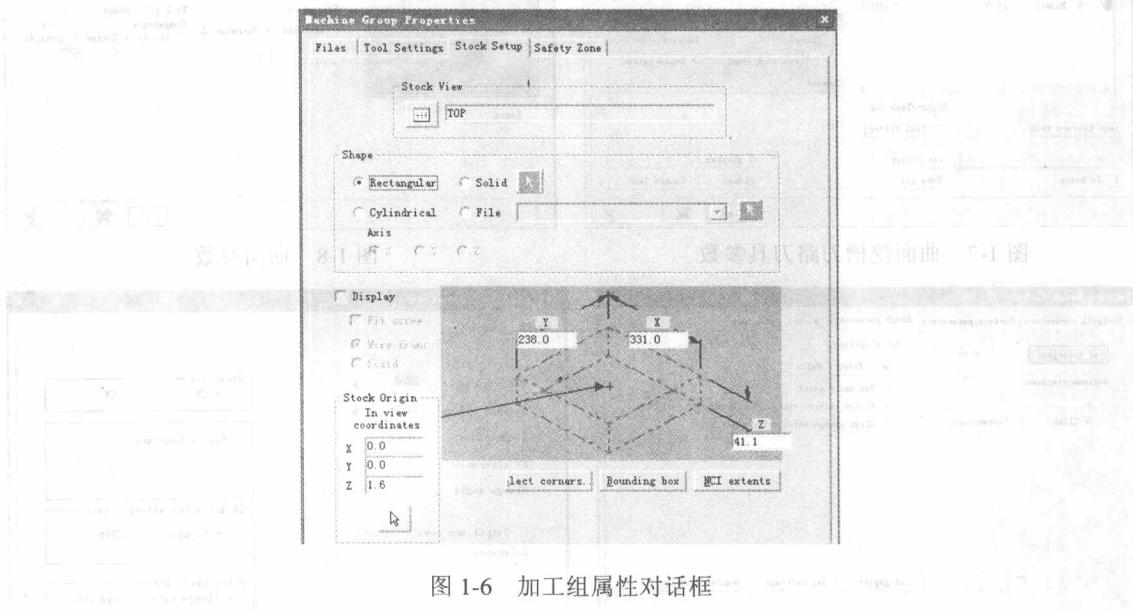

图 1-6 加工组属性对话框
(1) 在操作管理器中的 **Properties - Generic Mill** 属性下单击 **Stock setup** (毛坯设置) 图标，弹出 **Machine group properties** (加工组属性) 对话框，如图 1-6 所示。